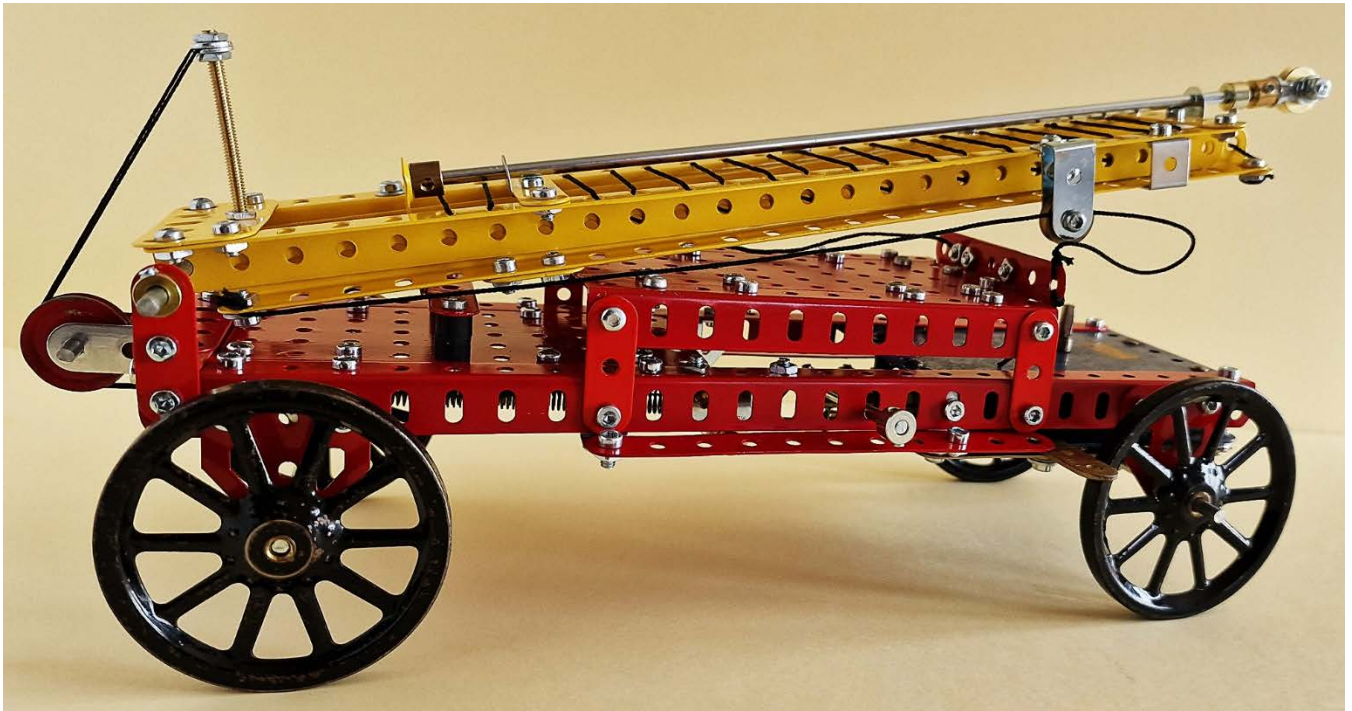

Fig. 1. L'échelle de sauvetage automatique extensible repliée sur le chariot de transport
À la partie supérieure de l'échelle, une tringle de 30 cm (8) coulisse dans les petits trous des 2 équerres fixées aux bandes transversales de 5 trous (voir fig. 1), l'une des extrémités reçoit une poulie de 12 mm (9), l'autre un bras de manivelle (10) accompagné d'une équerre que l'on pourra faire coulisser sous la barre de 5 trous (11) placée à quelques mm du châssis de façon à bloquer l'échelle en position basse.